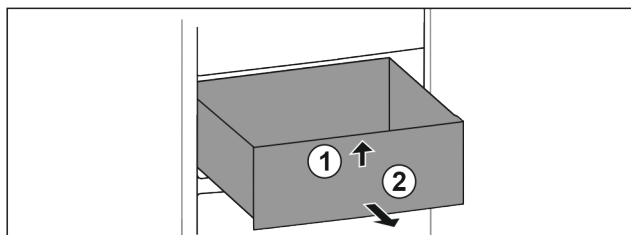

Fig. 118
- ▶ Приподнимите выдвижной ящик спереди. Fig. 118 (1)
- ▶ Извлеките выдвижной ящик движением вперед. Fig. 118 (2)